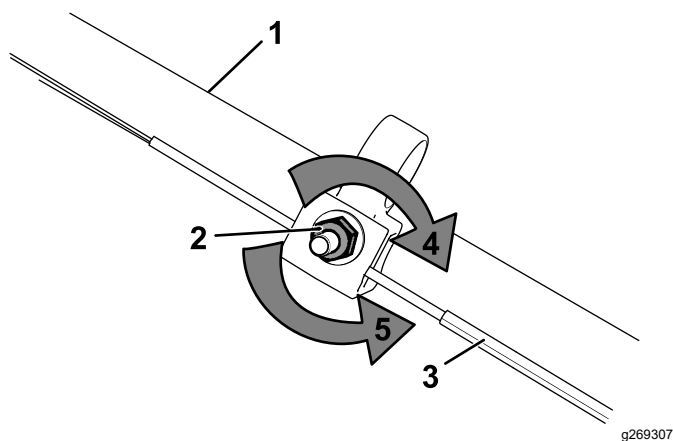

Figura 28
1. Rode a porca de ajuste no sentido contrário ao dos ponteiros do relógio para folgar o ajuste do cabo (Figura 28).
2. Ajuste a tensão do cabo (Figura 28) puxando-o para trás ou empurrando-o para a frente e mantendo a posição.